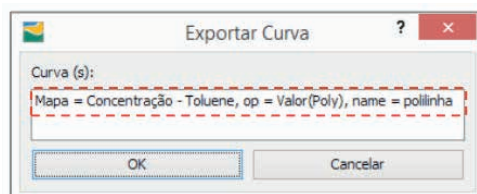

Figura 2.181 Comando Exportar Curva.
- Exportar Curva: exporta os resultados da curva selecionada em extensão de arquivo .csv (Figura 2.181).